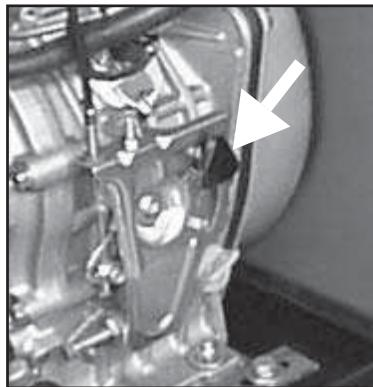

Fig.7
- 2) Versions moteur Yanmar: déplacer la commande de l'accélérateur, située sur le moteur (voir fig. 7) vers le haut. Dès que le moteur est complètement éteint, déplacer à nouveau la clé sur la position "OFF".